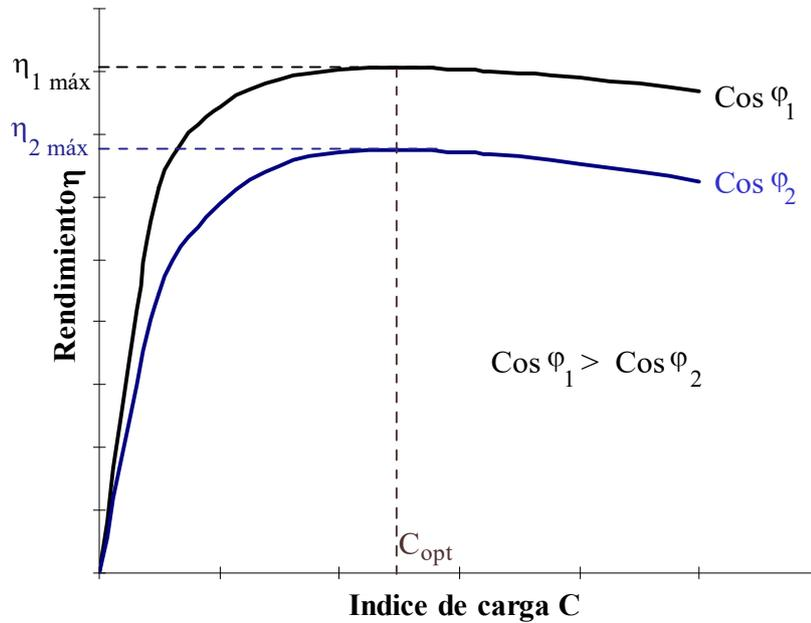

Fig. 1: Curvas de rendimiento η en función del índice de carga C para varios factores de potencia
En la Fig. 1 se han representado varias curvas en las que se aprecia cómo varía el rendimiento η en función del índice de carga C a factor de potencia constante. Estas curvas se han dibujado aplicando la relación (1). Se puede apreciar que hay un índice de carga C_{opt} con el cual, para un factor de potencia dado, el transformador funciona a su máximo rendimiento $\eta_{m\acute{a}x}$. Este índice de carga óptimo es común para todos los factores de potencia y se produce cuando las pérdidas variables igualan a las fijas: